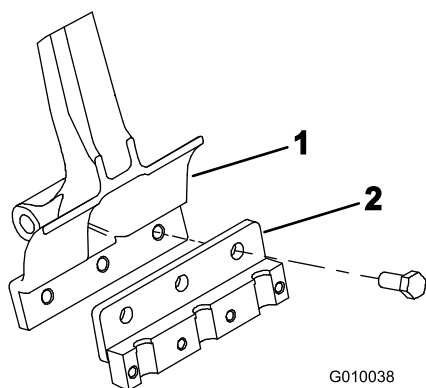

図 22
2. 各ティンアームにティンホルダーを取り付ける(図 22) ; ボルト (1/2 x 1-1/4 in) 3本を使用。ボルトを 101.6 Nm(10.4 kg.m=75 ft-lb) にトルク締めする。